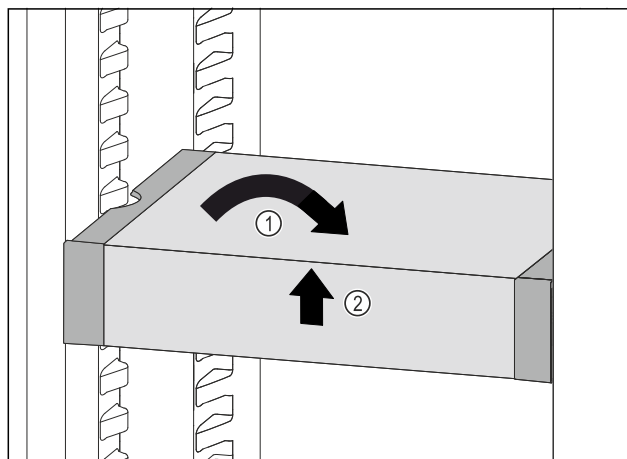

Fig. 100
- ▶ VarioSafe ustawić prosto. Fig. 100 (1)
- ▶ VarioSafe unieść z przodu. Fig. 100 (2)